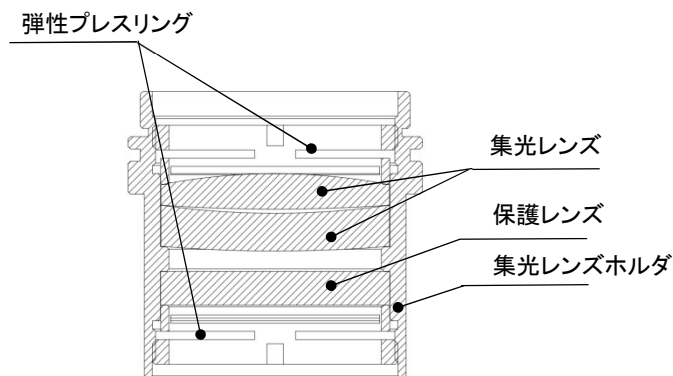

図 6.9 - 集光レンズの取り付け図
- 図 6.9 のように、集光レンズとバネ圧リングをレンズホルダに慎重に入れ、押さえリングをきちんと締めます。